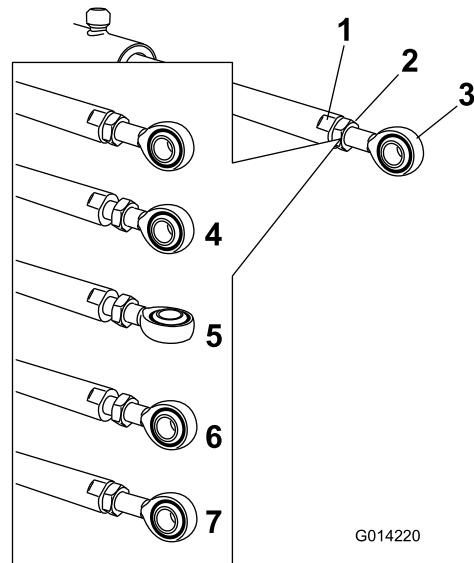

Figura 84
5. Utilizzate una chiave sui lati piatti dell'asta dell'attuatore per fermarla e allentate quindi il controdado per manipolare l'asta dell'occhiello (Figura 84).
6. Girate l'asta dell'occhiello nell'asta dell'attuatore per accorciare o allungare l'attuatore esteso nella posizione desiderata (Figura 84).